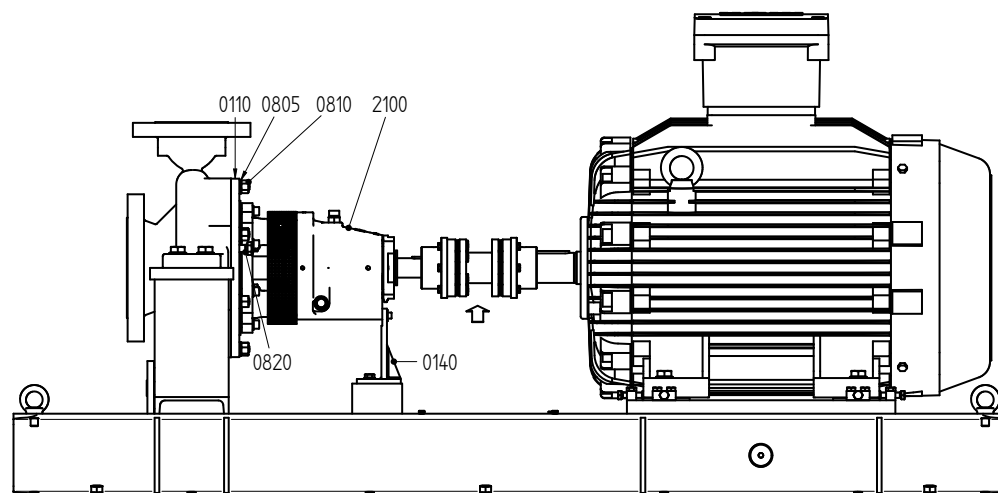

Figure 8: Principe du système Back-Pull-Out.
- 3 Desserrez la béquille (0140) de la plaque de base, voir figure 8.